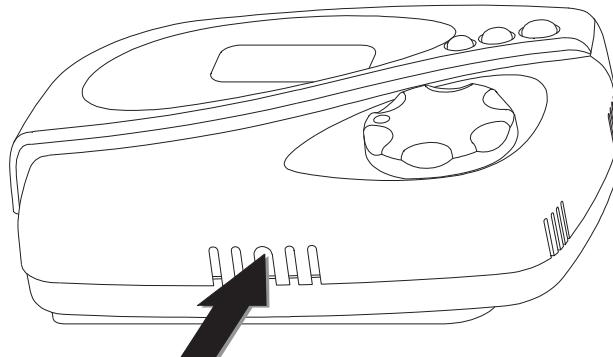
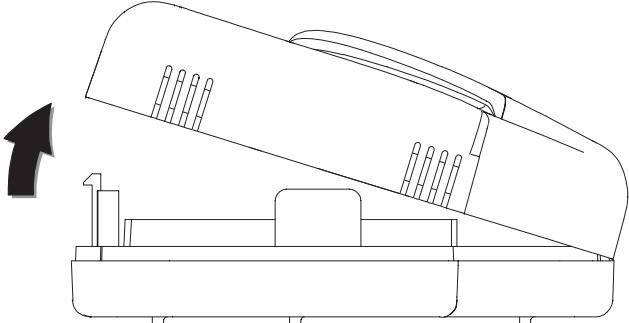

Abb. 2: Deckelöffnungsschlitz.
Abb. 3: Deckelöffnung.
1. Den Gehäusedeckel entfernen, indem Sie mittels eines Werkzeuges (zum Beispiel eines Schraubenziehers) auf den kleinen Kunststoffkeil unten im Deckelschlitz (siehe Abb. 2) drücken und gleichzeitig den Deckel drehen wie in Abb. 3.